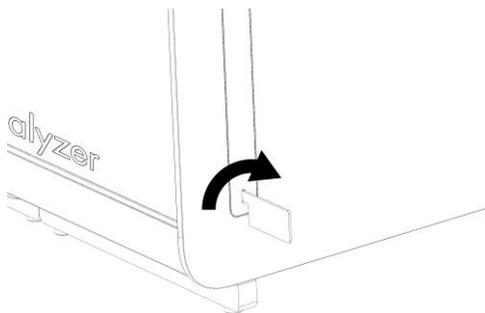

Figure 2. Retrait des couvercles de protection.
2. Retirez les couvercles de protection du côté du module analytique à l'aide de l'outil de retrait du couvercle de protection fourni avec le QIAstat-Dx Analyzer 1.0 (figure 2).